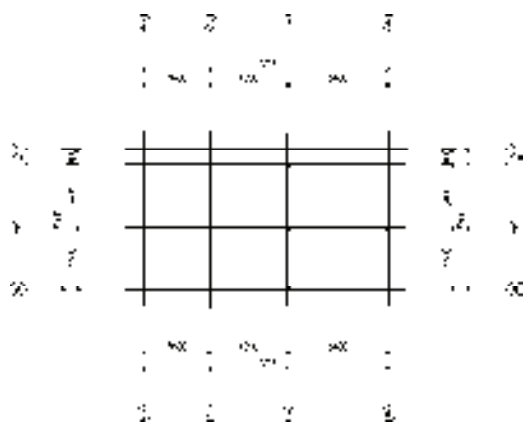

图 2-91 移动引线位置
9) 重复上述操作, 移动引线位置, 结果如图 2-91 所示。